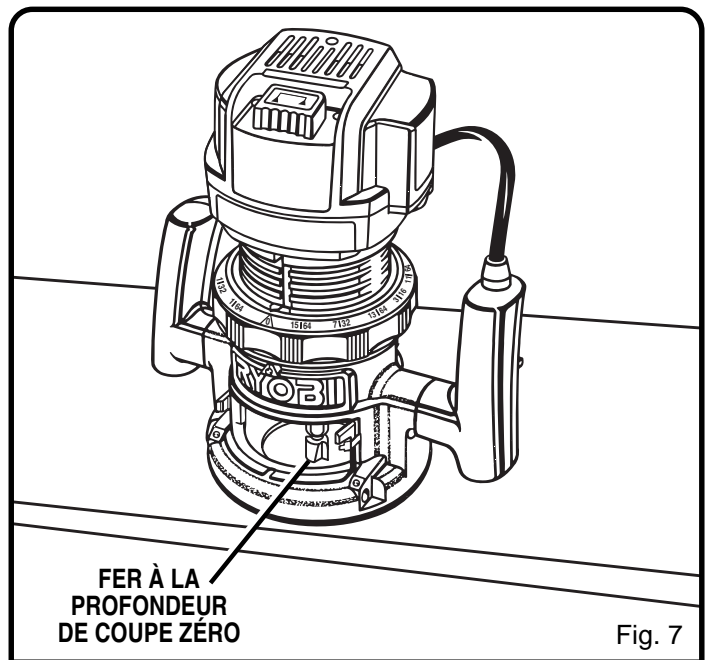

Fig. 7
- Tournez l'anneau de réglage de profondeur jusqu'à ce que l'extrémité du fer touche la surface plane (profondeur de coupe zéro). Voir figure 7. Tournez ensuite l'anneau d'indication de profondeur jusqu'à ce que le zéro soit aligné avec le repère indicateur à l'avant du carter du moteur. Voir figure 6.